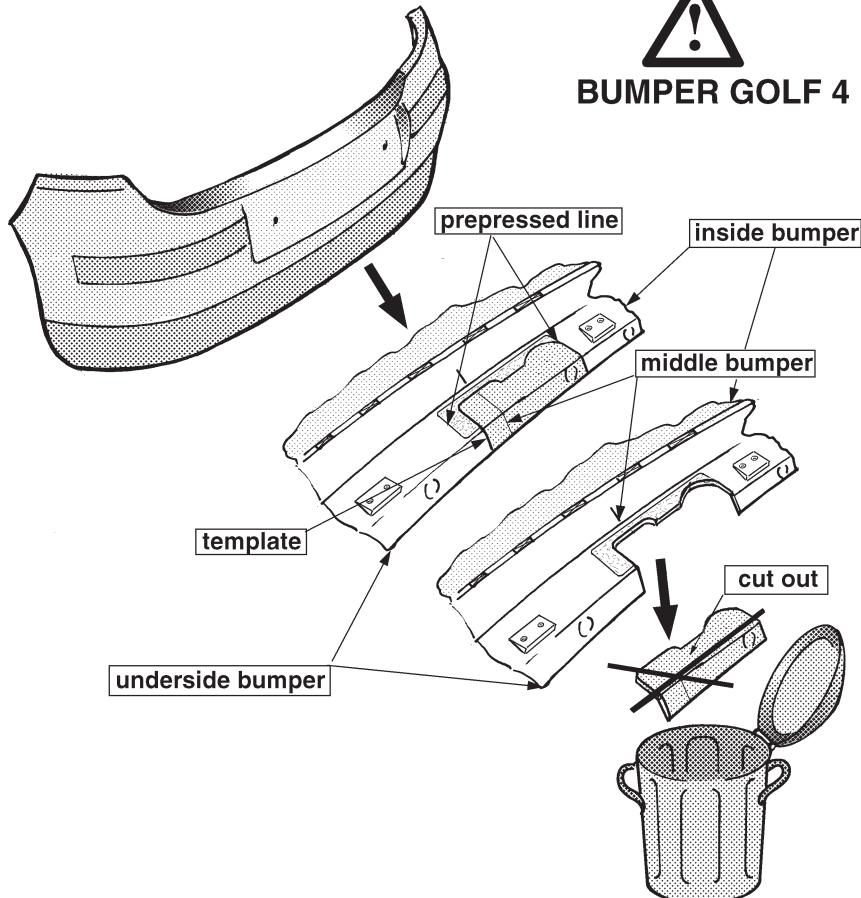

FIG.1
3. Sav ifølge fig. 1 den markerede del ud midt på kofangeren. Fjern den på fig. 2 viste montageprofil af metal. Profilen anvendes ikke mere. Sæt bolte på plads igen.
3. Serrar la parte indicada de acuerdo con la fig. 1 del centro del parachoques. Retirar el perfil de fijación metálico indicado en la fig. 2. El perfil no se vuelve a poner. Volver a colocar tornillos.
3. Colocar la plantilla sobre el parachoques y serrar la parte indicada. Retirar el perfil de fijación metálico indicado en la fig. 1. El perfil no se
3. Segare via dal centro del paraurti la parte indicata in fig. 1. Rimuovere il profilo metallico indicato nella figura 2. Il profilo non dovrà essere rimontato. Rimontare i bulloni.
3. Wypilować zgodnie z rys.1 wskazaną część w środku zderzaka. Usunąć zaznaczony na rys. 2 metalowy profil montażowy. Profil nie zostanie ponownie zamontowany. Umieścić ponownie śruby.